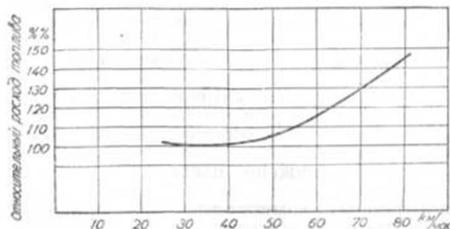

Рис. 59. График относительного расхода топлива.
9. Скорость движения сильно влияет на расход бензина. Так, например, повышение скорости с 40 до 80 км/час увеличивает расход бензина примерно на 45%. Автомобиль «Волга» легко развивает скорость более 100 км/час и при больших скоростях вполне устойчив на дороге. Однако быстрая езда вызывает увеличение расхода бензина (рис. 59).